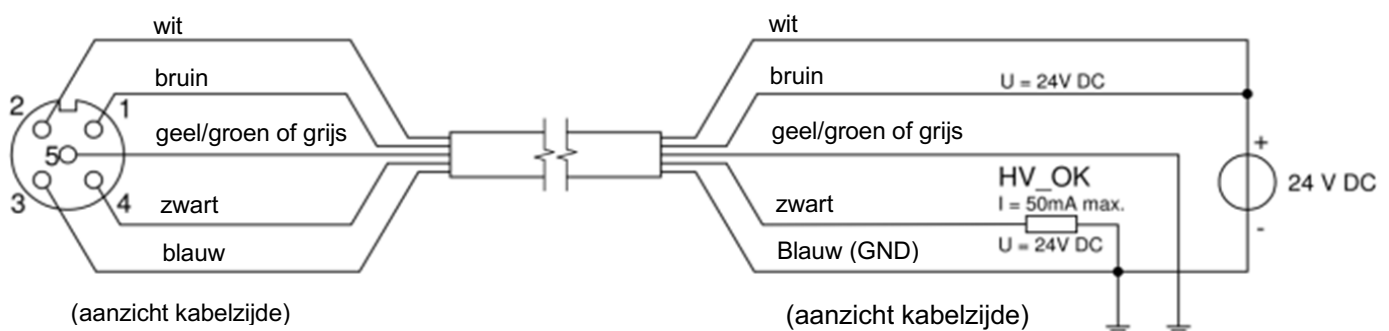

Figure 5: wiring supply cable Cleanflex Easy
- Sluit de bedrading aan volgens afbeelding 5 en tabel